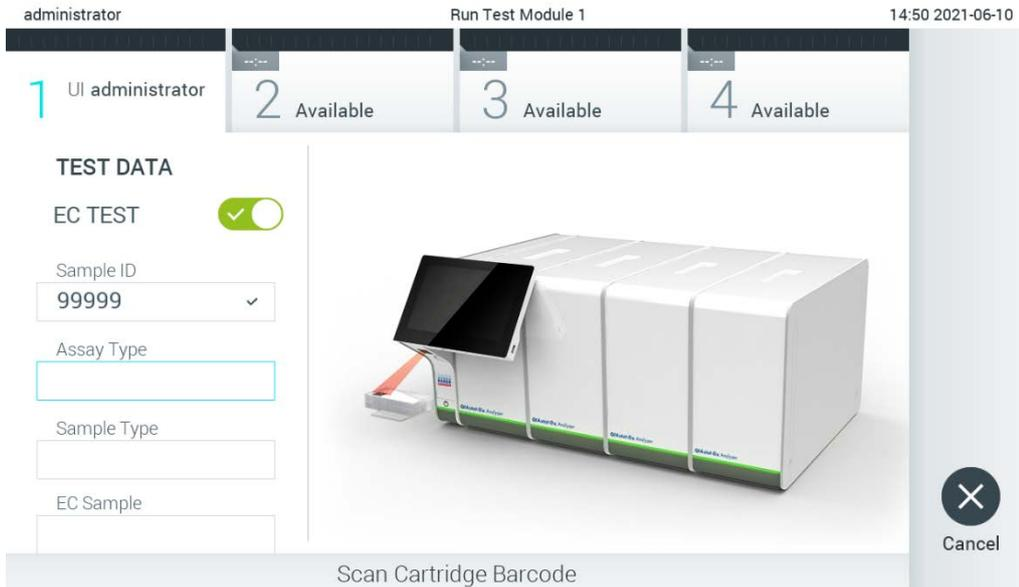

Figura 89. Scansione del codice a barre della cartuccia d'esame QIAstat-Dx.
- Quando richiesto, eseguire la scansione del codice a barre della cartuccia d'esame QIAstat-Dx da utilizzare. Il QIAstat-Dx Analyzer 1.0 riconosce automaticamente l'esame da eseguire in base al codice a barre della cartuccia d'esame QIAstat-Dx (Figura 89, pagina successiva).